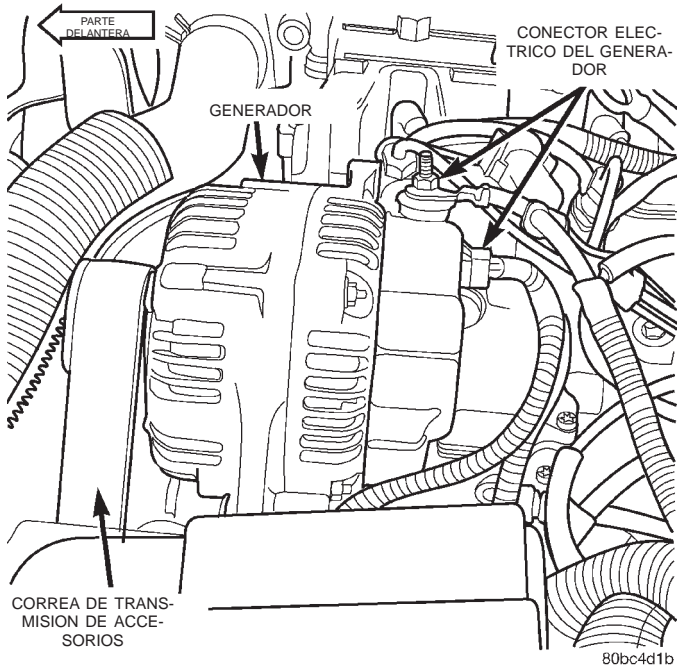

Fig. 2 Conexiones eléctricas del generador
- (3) Retire el casquillo de cable B(+) de salida del generador y retire el cable del terminal (Fig. 2).
(4) Desconecte el conector de cable de campo del generador de la parte posterior del generador (Fig. 2).